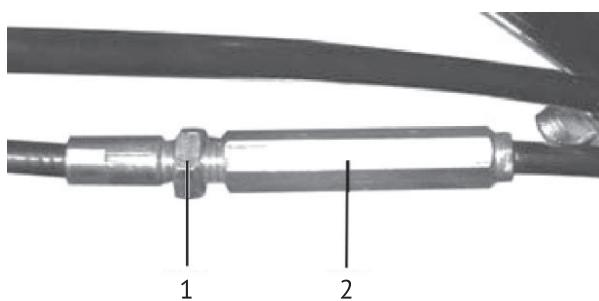

рис. 4
- отрегулируйте приводные тросы с помощью резьбовой втулки (рис.4 поз.2), расположенной
женной в средней части троса: для натяжения: ослабьте гайку (рис.4 поз.1), а затем переместите резьбовую втулку вверх и затяните гайку до втулки, для ослабления: ослабьте гайку (рис.4 поз.1) и переместите резьбовую втулку вниз и затяните гайку до втулки.